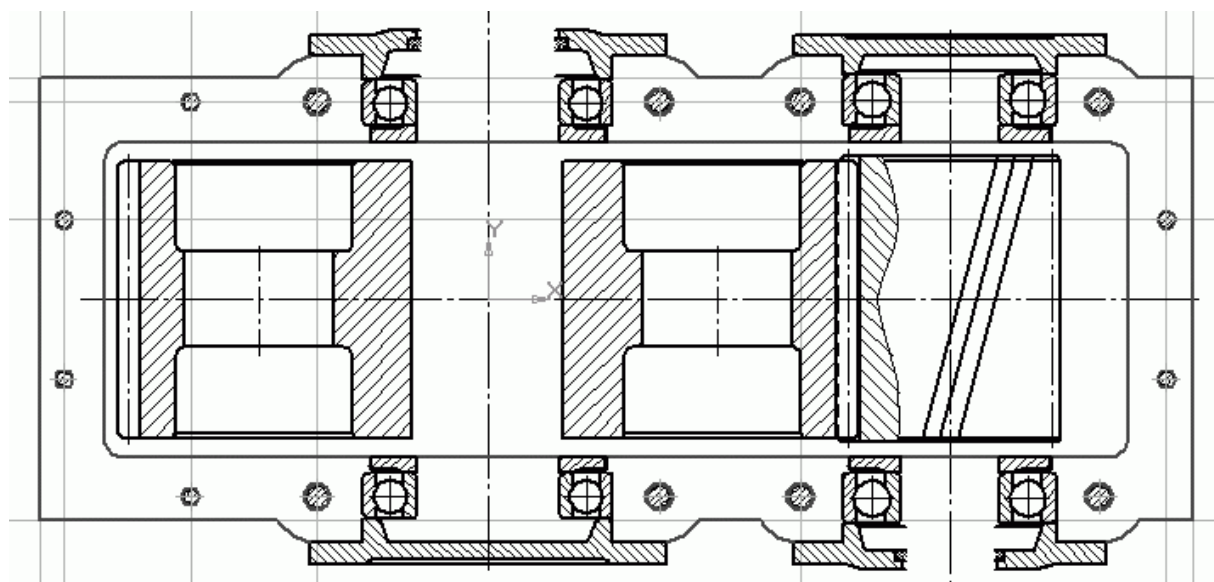

Рис. 2.96. Завершающий этап рисования корпуса
8. Нажмите кнопку Непрерывный ввод объектов и обведите контур фланцев корпуса (рис. 2.96). Удалите всю вспомогательную геометрию с чертежа. Используя команду Скругление, создайте четыре скругления радиусом 16 мм по углам фланцев. Отредактируйте положение горизонтальной осевой, выровняв ее характерные точки по краям фланцев корпуса редуктора. Не забудьте добавить также отрезки, определяющие пределы камер подшипников (слева и справа от каждого подшипника и маслоудерживающих колец).